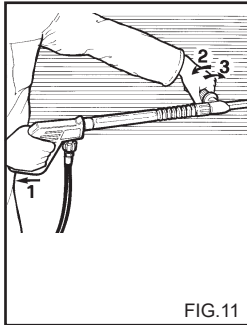
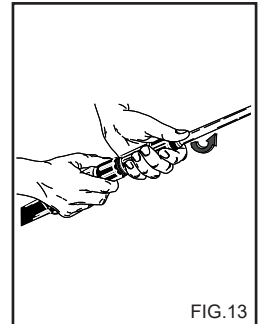

FIG.11
FIG.13
USO DA LANÇA DUPLA (Acessório opcional) (Fig. 11).
2) Retire a extensão da pega e insira a lança dupla ou a lança com cabeça regulável (fig.13), accione a máquina de jacto de água a alta pressão, active o comando de aspiração do detergente presente na lança (fig. 11, 12) e percorra a superfície a lavar agindo de baixo para cima. Deixe reagir durante alguns minutos.